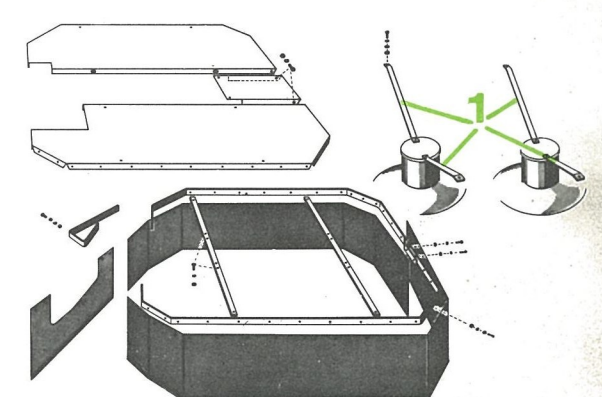

FIG. 5
Cette opération terminée, effectuer le montage sur le protecteur principal de la toile de protection côté jambe de force. Il est impératif, lors de la mise en place des protecteurs sur la faucheuse, de fixer les quatre supports de protection (1) comme indiqué à la figure 5, afin d'éliminer les risques de déformation des tôles supportant les toiles.